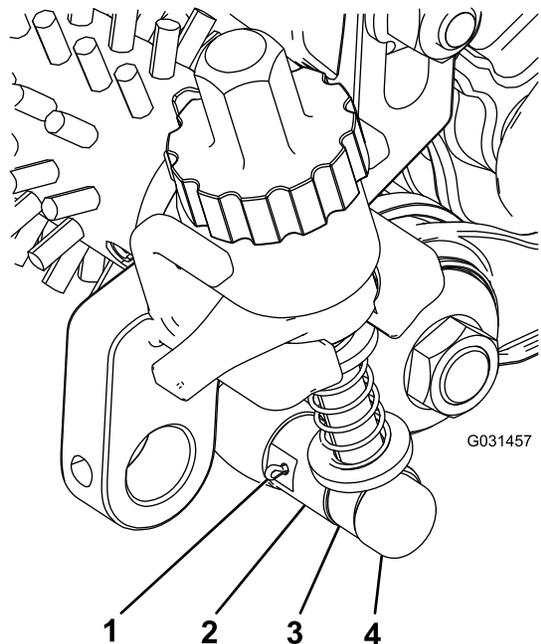

図 20
4. アジャスタームアセンブリのロッドをアイドルアセンブリのアジャスタカラーに整列させ、アジャスタピンとコッターピンで固定する 図 20。